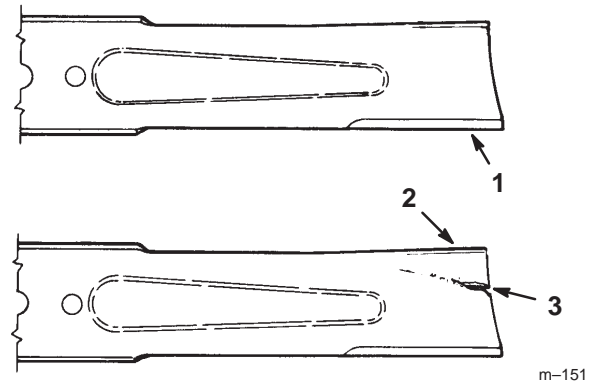

Figure 30
1. Inspectez les tranchants des lames (Fig. 30). Si les lames ne sont pas tranchantes ou si elles présentent des indentations, déposez-les et aiguisiez-les (voir Aiguisage des lames, page 32).
2. Inspectez les lames, surtout la partie incurvée (Fig. 30). Remplacez immédiatement toute lame endommagée, usée ou qui présente une entaille (repère 3 de la Fig. 30).